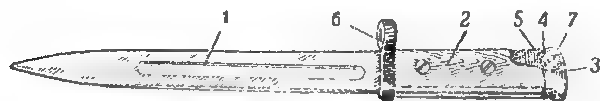

Рис. 52. Штык:
52. Штык (рис. 52) служит для поражения противника в штыковом бою. Он состоит из: клинка; рукоятки клинка; головки